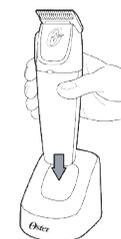

Рисунок 1
3. Убедитесь, что переключатель на приборе находится в положении «OFF» (O).
5. Вставьте триммер в зарядную станцию так, чтобы его верхняя часть была направлена в вашу сторону, а положение контактов совпадало с положением контактов на зарядной станции. На верхней стороне прибора расположен переключатель (Рисунок 1).